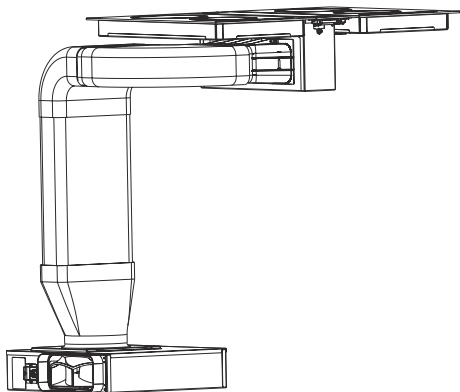

Fig. 14
7. ➔ Tilslut nu aftrækskanalerne og afslut installationen. (Fig. 14).